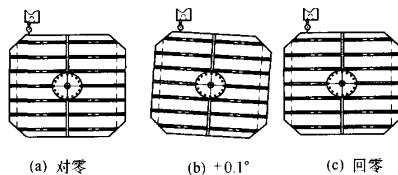

图 4
(5) 对机械部分修理之后,再次对回转工作台进行测量,其 B 轴各项精度有了明显改善,并且消除了爬行现象。但误差依然存在,反向测量时曲线有突跳现象,说明回转工作台有问题,用百分表检查回转工作台(见图 4)。